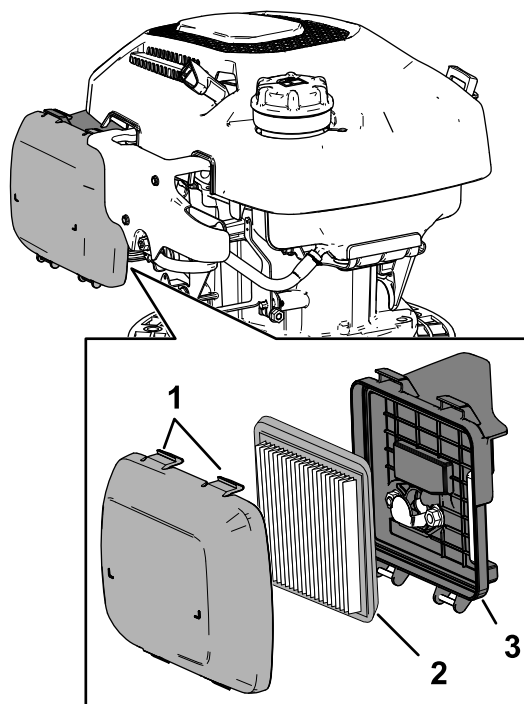

図 33
1. エアフィルタカバーの上部についているラッチのタブを押して下げる 図 33。
3. エレメントを外す 図 33。